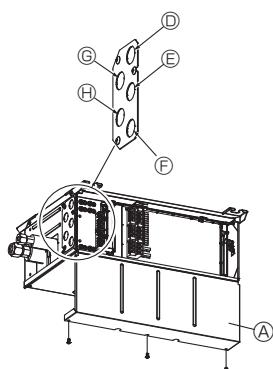

Fig. 8-5
(5) Réglez les commutateurs DIP. (Reportez-vous à 8.3.)
(6) Remettez en place le capot électrique.
8.1. Lors de l'utilisation d'un conduit de câblage (Fig. 8-5, 8-6, 8-7)